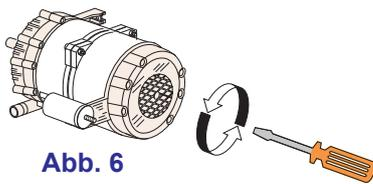

Abb. 6
1. Laufrad der Nachspülpumpe prüfen. Blockiertes Laufrad: Motorwelle mit einem Schraubenzieher drehen (siehe Abb. 6).
3. Laufrad der Nachspülpumpe prüfen. Blockiertes Laufrad: Motorwelle mit einem Schraubenzieher drehen (siehe Abb. 6).